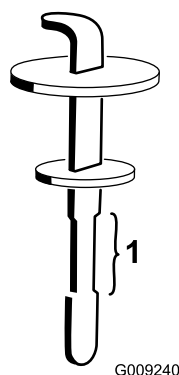

図 121
- 補給口の首からディップスティックを抜き、ウェスできれいに拭く。もう一度首に差し込んで引き抜き、オイルの量を点検する 図 121。